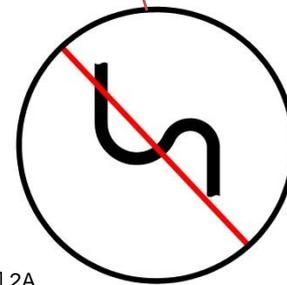

図 2A
- ヒーターの排水口: ヒーターの排水口とエンジンのクーラント吸水口との間にホースを取り付けます。このとき、ヒーターからエンジンへの流れの途中でホースが下向きになることがないようにしてください(図 2A 参照)。